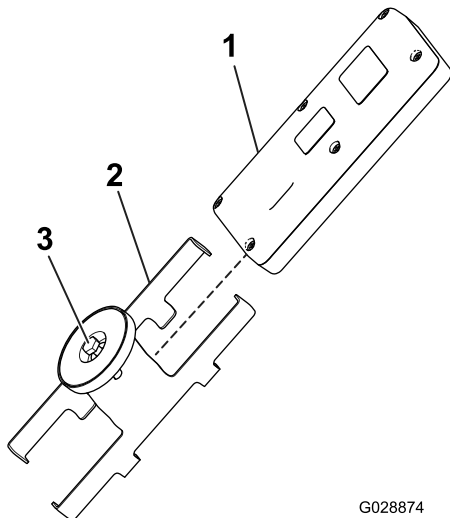

Figure 48
1. Desserrez le boulon dans l'aimant du support magnétique de la télécommande (Figure 48).
2. Écartez les côté du support et retirez la télécommande (Figure 48).
8. Placez la télécommande portable dans le support magnétique, réunissez les deux moitiés pour fixer la télécommande et serrez le boulon dans l'aimant (Figure 48).